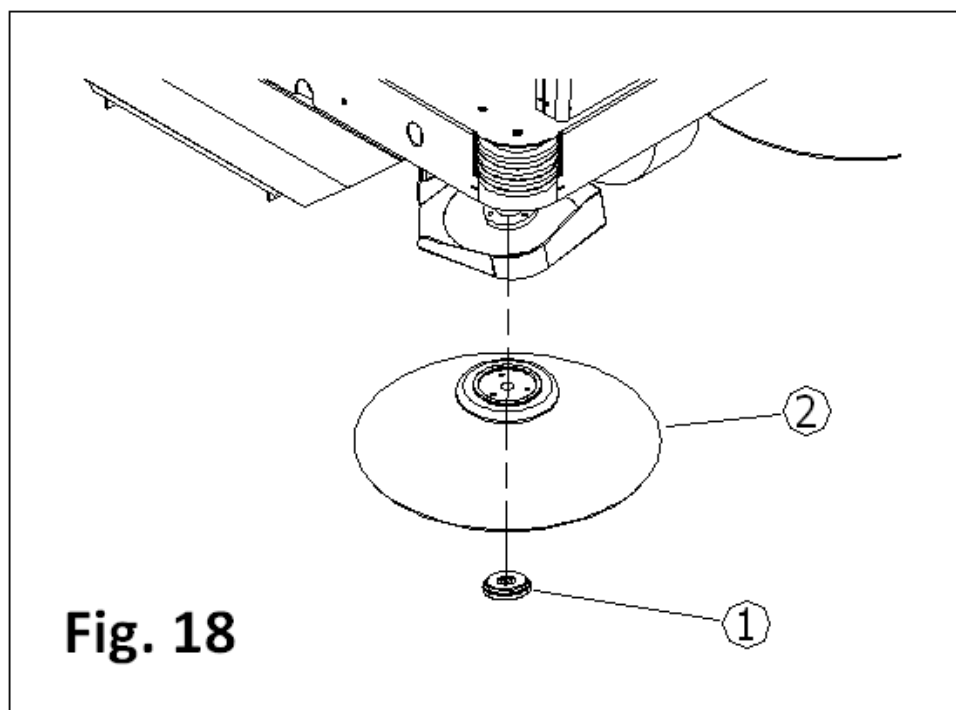

Fig. 18
- 1- Svitare la ghiera **Part. 1 Fig. 18** posta centralmente e sotto la spazzola laterale, questa scenderà automaticamente.